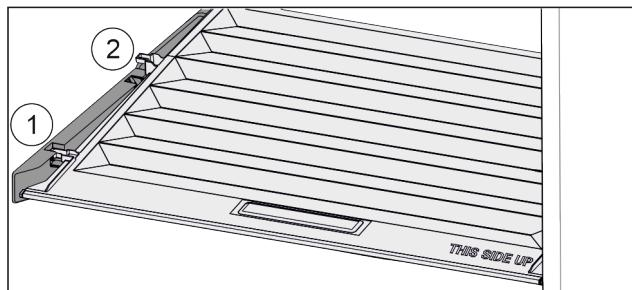

Fig. 83
- Veko potiahnite dopredu až k otvoru v príderných dieloch Fig. 83 (1).
- Vzadu ho nadvihnite zospodu a zložte smerom nahor Fig. 83 (2).